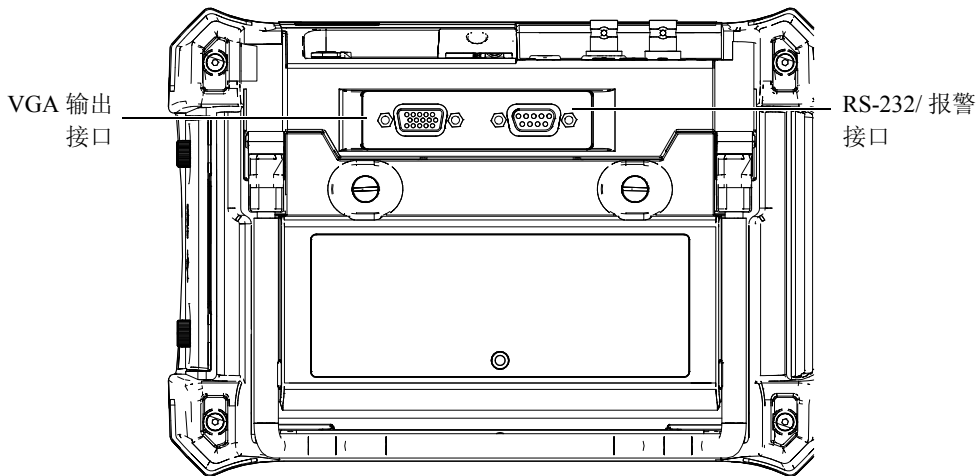

图 9-1 RS-232/ 报警和 VGA 输出接口
2. 将 600-C-VGA-5 (U8780298) 线缆 (可选项) 的一端连接到 EPOCH 600 仪器的 VGA 输出接口 (参见第 146 页的图 9-1)，然后将线缆的另一端连接到 VGA 设备。
EPOCH 600 仪器的标准配置带有一个串口通讯（RS-232）端口。报警信号也使用这个接口（参见第 146 页的图 9-1）。串口通讯使用位于仪器背面的 RS-232/报警输出合并接口的引脚。通过串口通讯，可以将 EPOCH 600 仪器与一台计算机连接，并利用 EPOCH 600 计算机接口程序 GageView Pro 与计算机通讯。